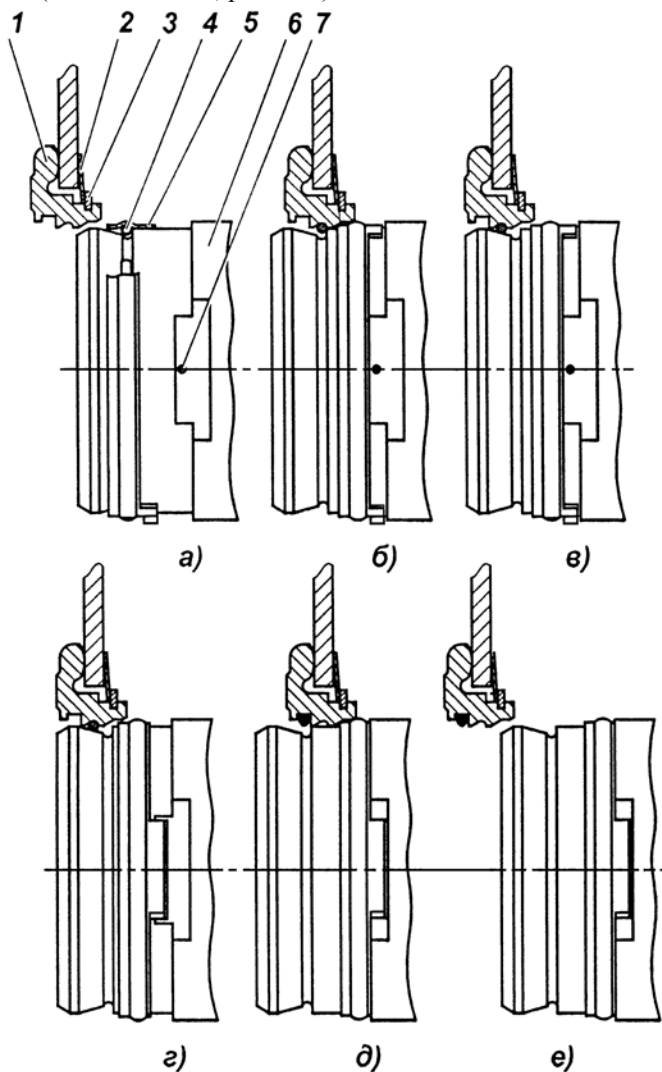

Рис. 109. Основные положения запорного устройства:
Конструкция запорного устройства механизма выключения сцепления требует выполнения особых правил установки коробки передач на двигатель. Основные положения запорного устройства показаны на рис. 109.
(положение "б", рис. 109).
- 5 Повернуть замковое кольцо 5 (рис. 109) относительно втулки 6 так, чтобы выступы кольца совпали с пазами втулки (положение "г").